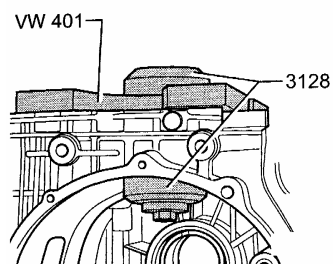

图 12-98 拉出大圆锥滚柱轴承外圈
(11) 拆卸差速器，把拉头 3128 的压件置于外圈的下方，把拉头 3128 的螺纹件连同压板 VW 401 装配到变速器壳体上，拧紧螺栓，将外圈从壳体中拉出，如图 12-98 所示。